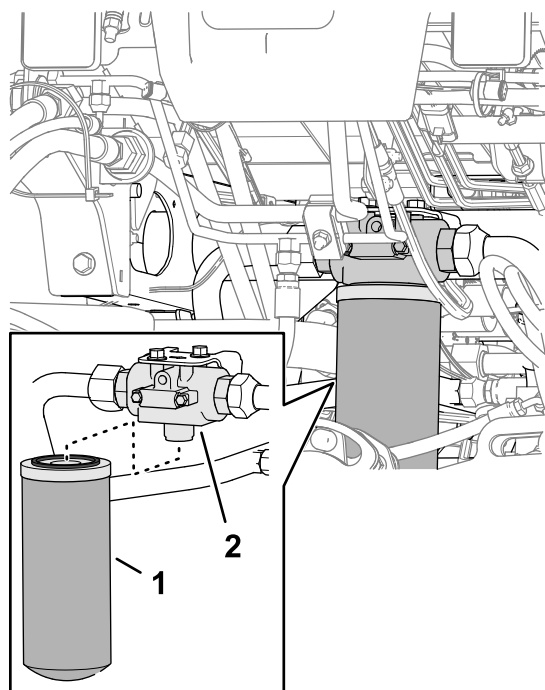

Figura 148
2. În partea din față a mâinii, așezați o tavă de golire sub filtrul de retur (Figura 148).